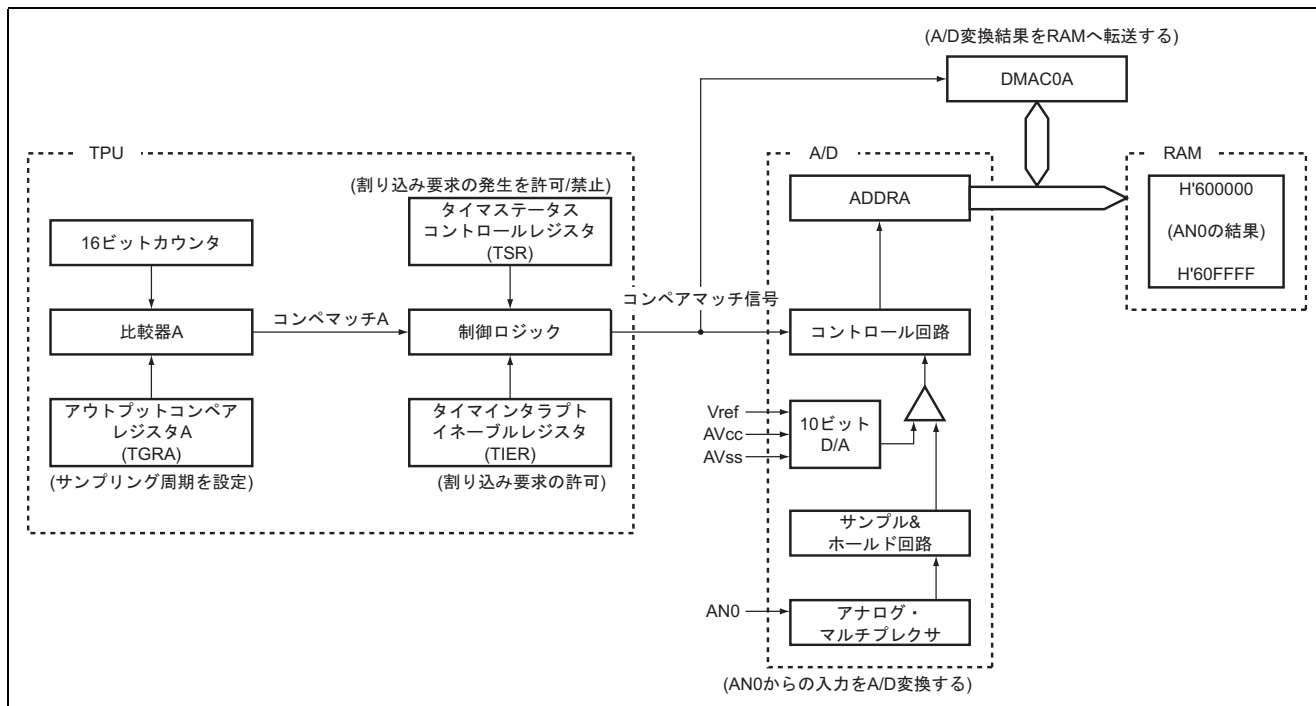

図 2 タイマトリガによる A / D 変換ブロック図
(1) 図 2 に本タスク例で使用する DMAC, A / D, TPU のブロック図を示します。